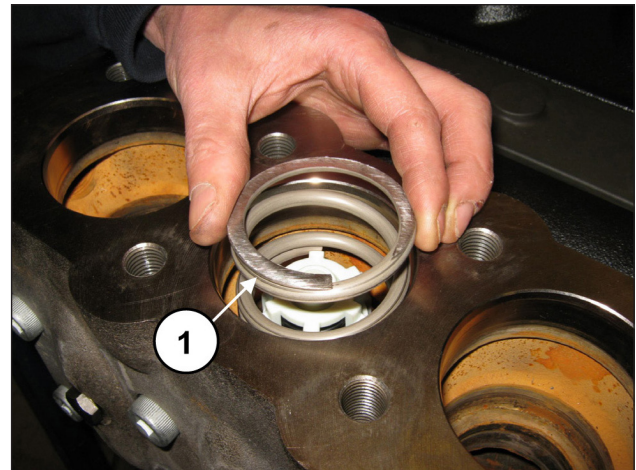

Abb. 97
Entfernen Sie die Feder (Pos. ①, Abb. 97).